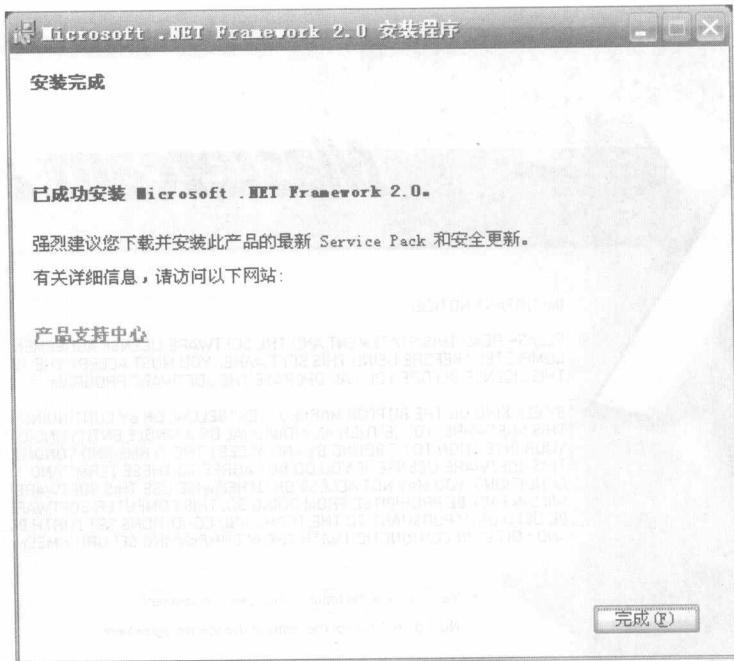

图 1-6 【安装完成】向导页
步骤 04 安装结束后, 系统弹出【安装完成】页导页, 如图 1-6 所示, 单击 **完成 (F)** 按钮, 完成 Microsoft .NET Framework 2.0 的安装, 返回 Mastercam X2 安装主界面。